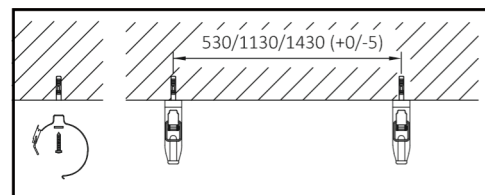

Рис. 1
- Нанесите и просверлите отверстия для каждой монтажной скобы на поверхности стены или потолка по месту установки в соответствии с перфорацией монтажной скобы (рис. 1).